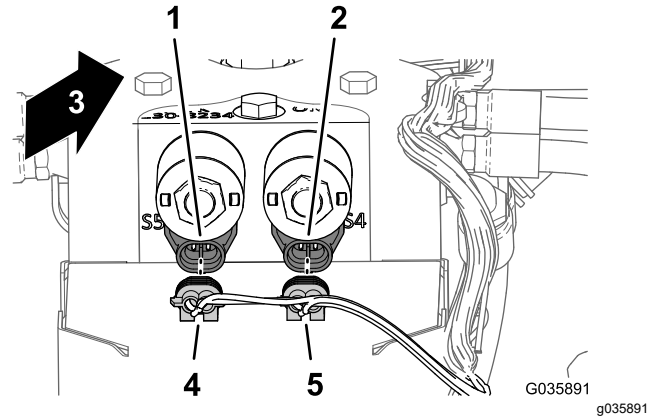

Figure 14
2. À l'arrière du collecteur des vérins de levage, branchez les 2 connecteurs du faisceau des rampes soniques sur les solénoïdes de commande de la fonction sonore, comme montré à la Figure 14.